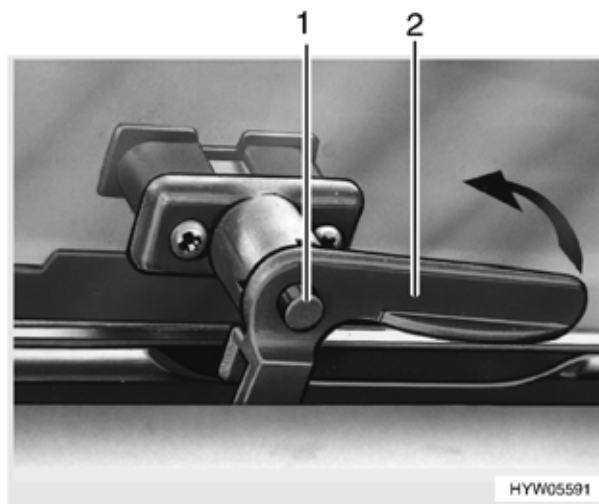

Fig. 45 Finestra apribile, maniglia chiusa (variante 3)
- Ogni volta che si azionano le maniglie bisogna tenere premuto il bottone di sicurezza (Fig. 45,1).
- Premere il bottone di sicurezza (Fig. 45,1).
- Girare in posizione verticale la maniglia (Fig. 45,2) della finestra.
- Girare in posizione orizzontale la maniglia della finestra (Fig. 45,2).